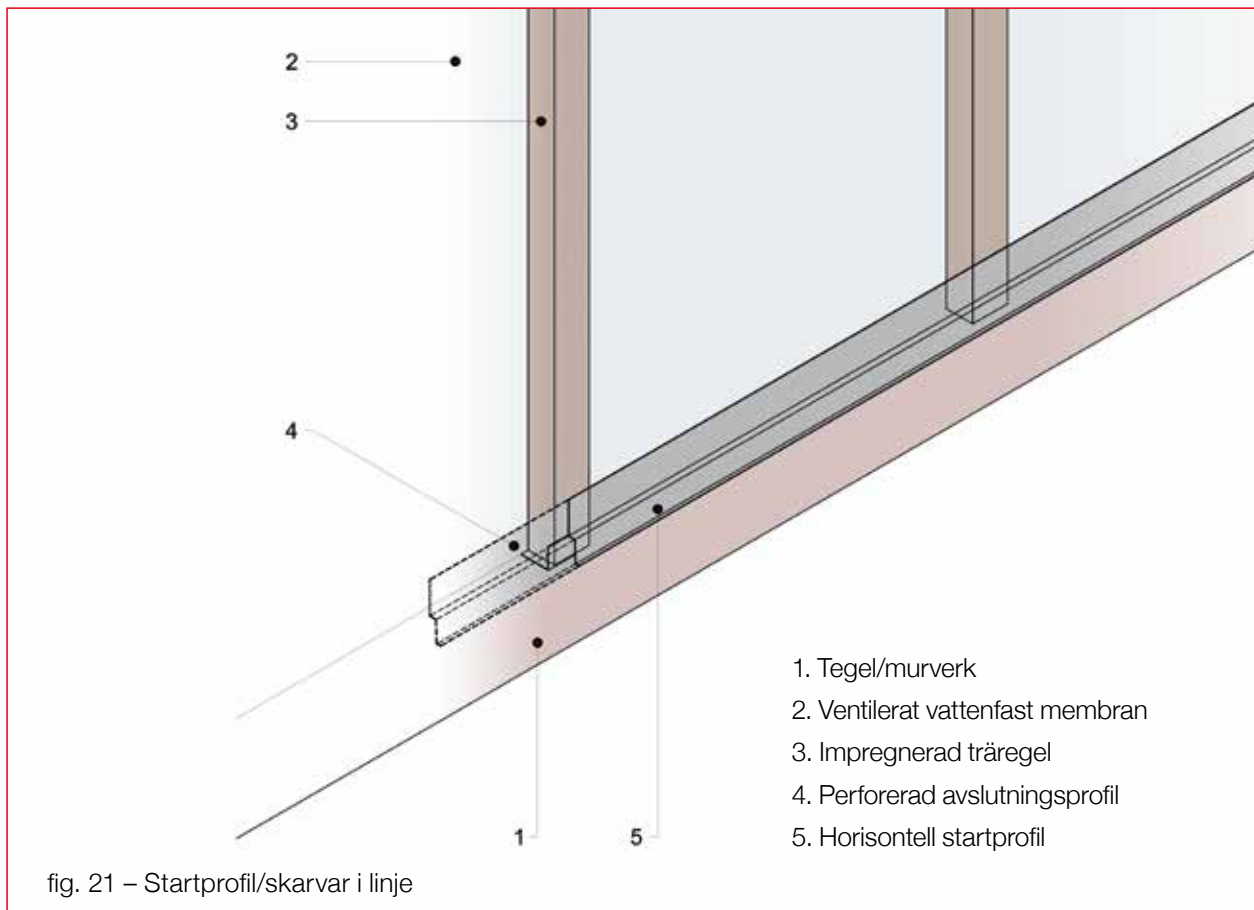

fig. 21 – Startprofil/skarvar i linje
- Se till att glipor mellan startprofilerna är i linje med plankskarvarna (se fig. 21)